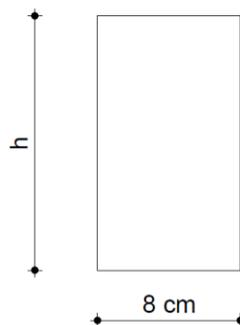

Figura 2: Sección a dimensionar.
- Determinar la altura que debe tener una sección rectangular de 8 centímetros de ancho para que no se sobrepasen las tensiones admisibles de 140 MPa (ver figura 2).